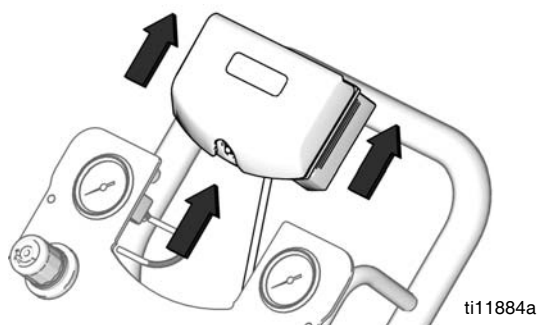

FIG. 12. Rimuovere il DataTrak
3. Togliere il modulo DataTrak dalla staffa. Vedere la FIG. 12. Posizionare in un'area non pericolosa il modulo e il cavo collegato.